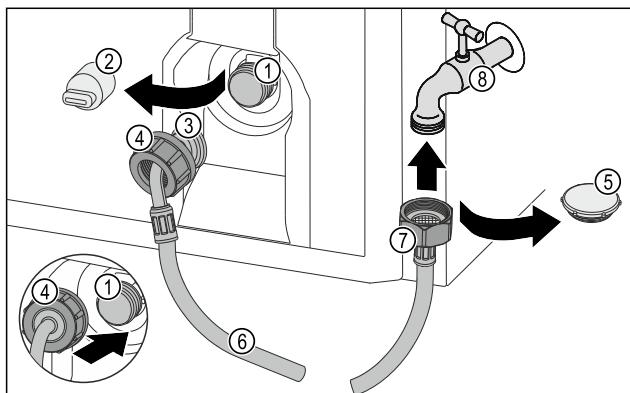

Fig. 26
- 移除密封盖 Fig. 26 (5)。
- 将软管直头 Fig. 26 (7) 装在水龙头 Fig. 26 (8) 上。
- 顺时针拧紧软管直头 Fig. 26 (7) 上的螺母。